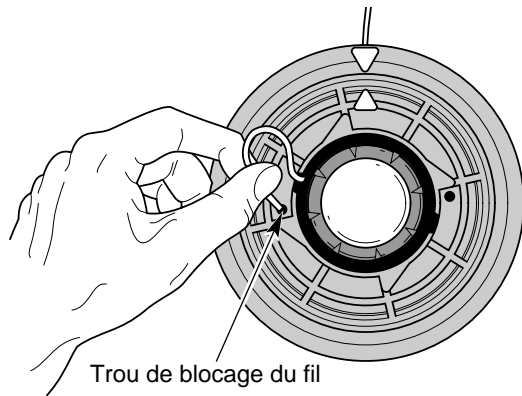

Fig. 43
5. Insérez le fil dans le trou de blocage. N'enfonchez pas le fil de plus de 12,7 mm (1/2 po) dans le trou. S'il est inséré correctement, le fil forme une petite boucle (Fig. 43).